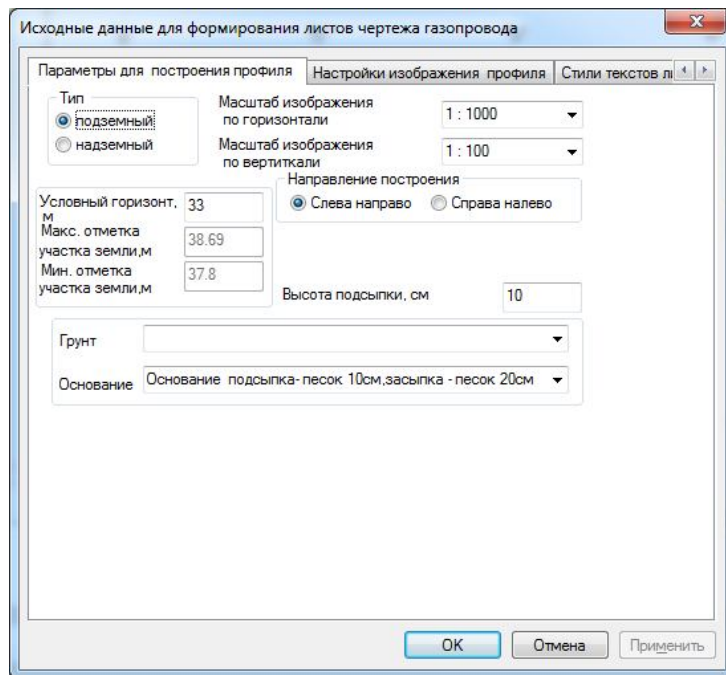

Рис.54
- **параметры для построения профиля газопровода** (рис.54);